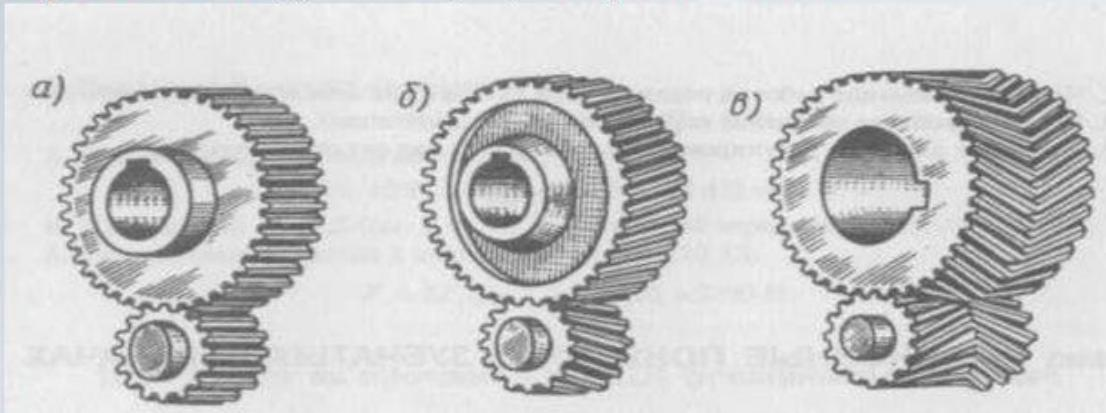

Рис.1
- *Цилиндрические зубчатые передачи* применяются для передачи вращения между валами с параллельными осями. Различают передачи *внешнего* (рис. 1) и *внутреннего* (рис. 2, б) *зацепления*.